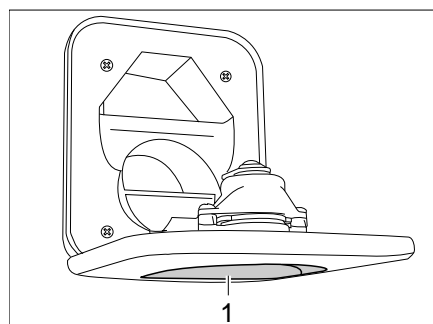

Bild 233 Frischwasser-Einfüllstutzen für Toilette
- Frischwasser-Einfüllstutzen für Toilette (Bild 233,1) oberhalb der Klappe für den Fäkalientank öffnen und nach unten schwenken.